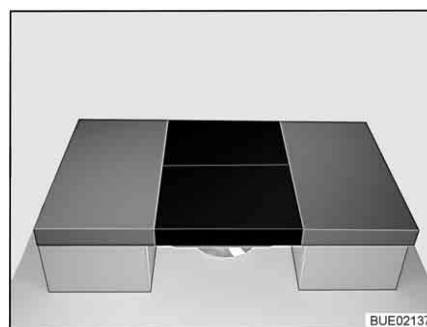

Fig. 154 Dopo la trasformazione
- Posizionare due cuscini aggiuntivi sul tavolo (vedi Fig. 154).